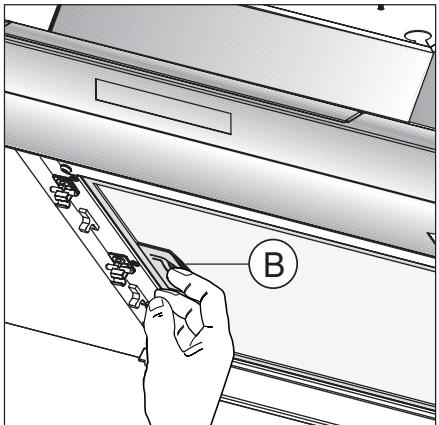

Fig.6
- Ta bort fettfiltret **B** (Fig.6) för att underlätta manövreringen av utrustningen innan monteringen påbörjas. Följ faserna nedan innan detta moment utförs, beroende på vilken modell du har:
Dra ihandtaget **B**, som visas i Fig.6.